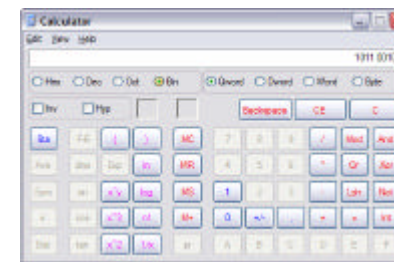

Bild 4 Windows Rechner Binärdarstellung
- Bild 4 niederohmiger Lautsprecher **Error! Bookmark not defined.**
Werkseitig wird für den GE70-2 kein Schrumpfschlauch montiert. Die Ausgänge sind mit flexiblen Litzenleitungen herausgeführt. Der eingebaute Audioverstärker liefert 1W Nennleistung. Der angeschlossene Lautsprecher muss mindestens 32 Ohm haben, es darf kein niederohmiger (z.B. 8 Ohm Lautsprecher) Verbraucher direkt an diesen angeschlossen werden. Bei Bedarf muss zwischen Empfänger und Verbraucher einen Vorwiderstand von ca. 22 Ohm vorgeschaltet werden. (Siehe Abbildung 4.)